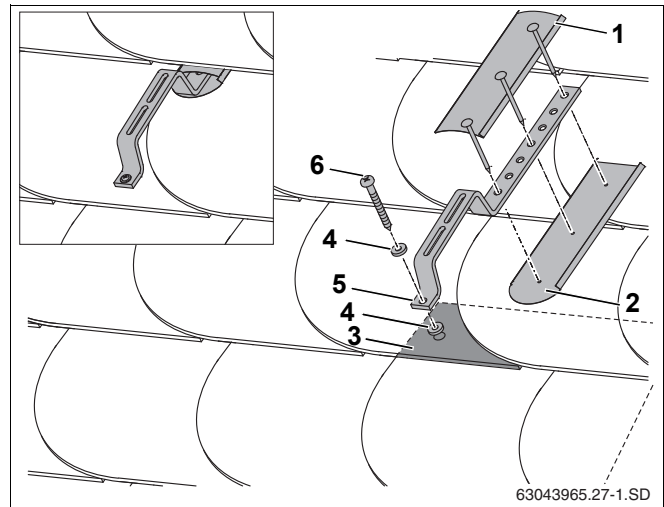

Рис. 26 Монтаж на крыше с покрытием шифером/гонтом
В качестве примера здесь приводится описание монтажа специального кровельного крюка и водонепроницаемого уплотнения с использованием планок заказчика (рис. 26, [1 и 2]) на покрытии шифером/гонтом.
- ▶ Установите специальные кровельные крюки (рис. 26, [5]) и уплотнения (рис. 26, [4]), закрепив их шурупом (рис. 26, [6]) на покрытии шифером/гонтом.
- ▶ Для водонепроницаемости при монтаже нужно укладывать планки заказчика (рис. 26, [1, 2]) сверху и снизу специальных кровельных крюков.
Специальный кровельный крюк должен спереди прилегать к многослойному покрытию (рис. 26, [3]).